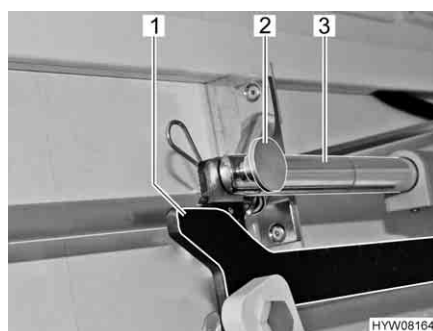

Fig. 93 Azionamento (letto basculante)
- Rimuovere il collegamento (copiglia e bullone) (Fig. 93,2) tra la biella (Fig. 93,3) e la leva (Fig. 93,1).
- Afferrare dal basso tra parete laterale e la tiranteria del letto basculante e rimuovere il collegamento (copiglia e bullone) (Fig. 93,2) tra la biella (Fig. 93,3) e la leva (Fig. 93,1).